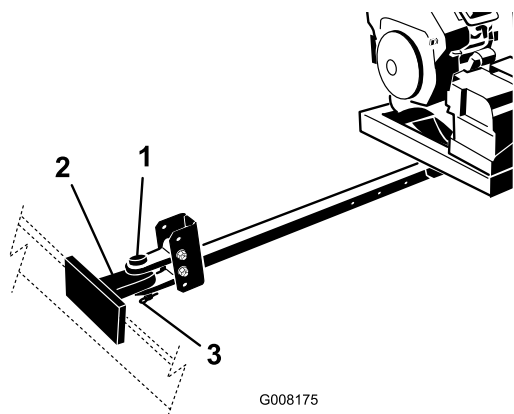

图 5
4. 使用挂钩销和 U 形销将吹风机挂钩连接到牵引车挂钩上 图 5。